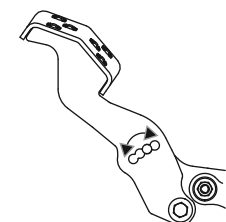

Figura 41
- Coloque el pedal en la posición óptima según la preferencia del operador. Vea la Figura 41.